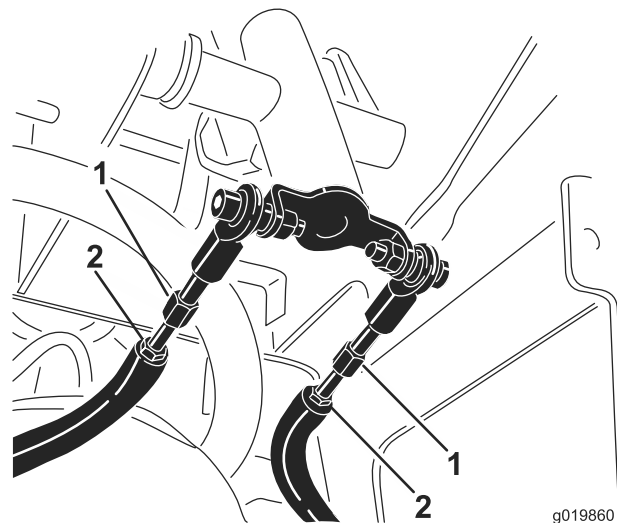

Bild 56
- D. Lösen Sie die Klemmmuttern an den Zugstangen unter dem Armaturenbrett (**Bild 56**).